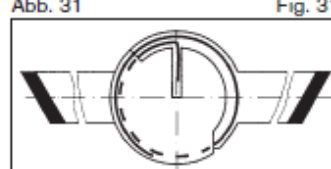

Abb. 32 Fig. 32
Es darf nur die erste Windung (eine Drahtdicke) in die Nut eingelegt werden (Abb. 32).
Only the first turn of the spring shall be inserted into the slot (Fig. 32).
3.5 Neue Federbrücke (R541133) so einsetzen, daß beide Schenkel seitlich einrasten. Sie ist mit "L" = links und "R" = rechts gekennzeichnet und steht angewinkelt (Abb. 32). Die Feder verläuft im Bogen auf die neue Ventilscheibe (R54170).
3.5 Insert new spring (R54133) holder so that both sides lock in place laterally. It is marked with "L" = left and "R" = right and stands bent (Fig. 32). The spring is bent towards the new valve disc (R54170).